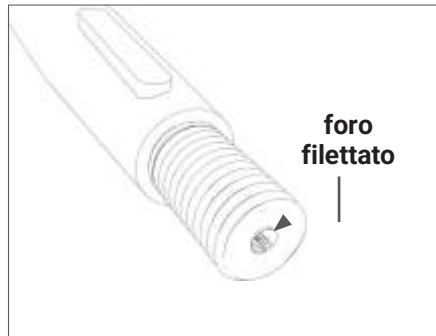
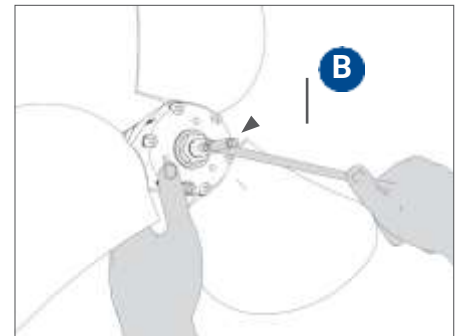

FIG. 16 Ricavare foro filettato sull'asse, deve essere perfettamente centrato e in asse
FIG. 17 Avvitare bullone di sicurezza
- Se per maggiore sicurezza si volesse procedere con questa soluzione, bisognerà praticare un foro filettato nell'asse porta-elica con filettatura di dimensione adatta al bullone, facendo attenzione che questo sia centrato e perfettamente in asse (Fig. 16), per poter inserire il bullone di sicurezza **B** (Fig. 17). Se l'installazione viene effettuata con barca alata, potete applicare del frena-filetti medio (es. Loctite® 243) sul filetto dell'asse, altrimenti se l'operazione viene effettuata in acqua potete tralasciare questa operazione in quanto il dado di serraggio **A** è comunque provvisto di sistemi di frenaggio autonomi.